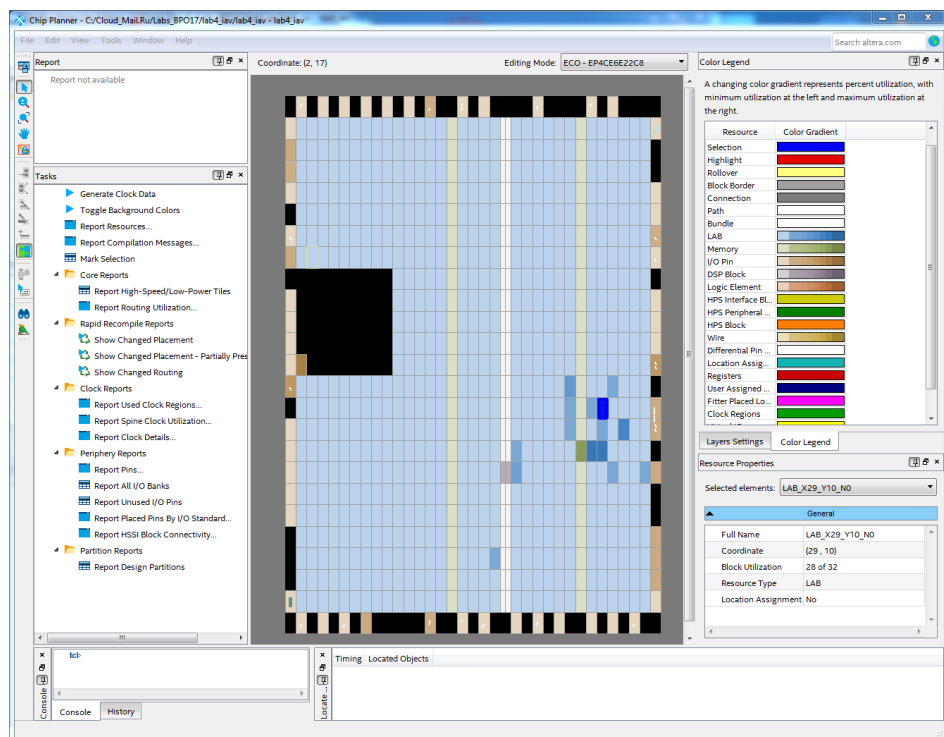

Рис. 63 Окно редактора Chip planner
13.1. Выполните **Tools=>Chip Planner**. Откроется окно редактора с представлением проекта на кристалле (рис. 63).